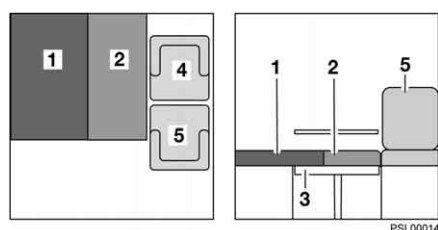

Fig. 34 Dopo la trasformazione
- Portare il cuscino del divano (Fig. 34,2) sul tavolo.
- Posizionare il cuscino dello schienale (Fig. 34,1) sul sedile.
- Spingere il sedile passeggero (Fig. 34,5) il più possibile verso il lato del conducente.
- Avvicinare il più possibile il sedile conducente (Fig. 34,4) al sedile passeggero.